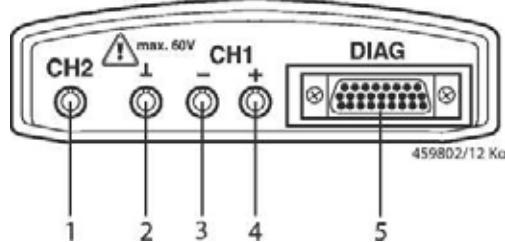

Рис. 1. Диагностическая панель / измерительная панель:
- Если диагностический провод не присоединен, перед измерениями напряжения (U), сопротивления (R) или тока (I) необходимо при помочи прилагаемой кабеля заземления произвести соединение «массы» 2 модуля KTS (рис. 1) с «массой» транспортного средства!